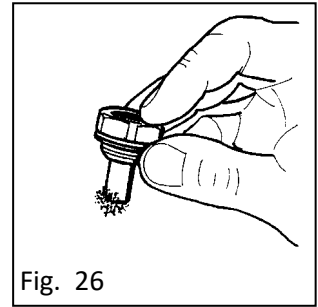

Fig. 26
- nettoyer avec un chiffon toutes les impuretés qui se trouvent sur l'aimant central (fig. 26);